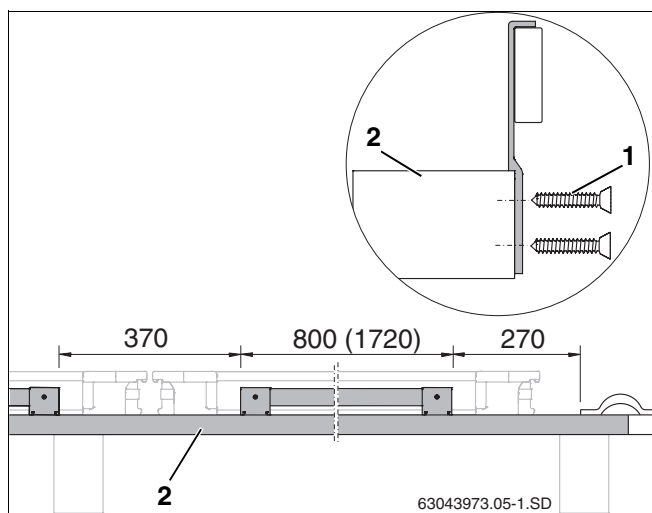

Fig. 11 Fissaggio dell'asse con le sicurezze anti scivolamento al listello da tetto (misura in mm, valore tra parentesi = versione orizzontale)
- Disporre l'asse di legno con le sicurezze anti scivolamento premontate sul primo listello da tetto aggiuntivo (fig. 11, **pos. 2**) e fissarla con due viti 4x40 (fig. 11, **pos. 1**) (rispettare le misure).